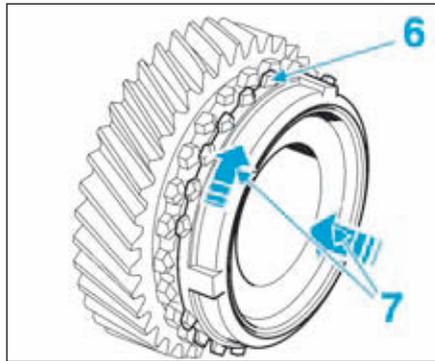

FIG.21
• Vérifier (Fig.21) :
- que les dentures des crabots (6) ne présentent pas d'usure ou de cassures.
- qu'il ne tourne pas en exerçant une poussée et une rotation (7) sur l'anneau de synchronisation. Le cas échéant, le remplacer.